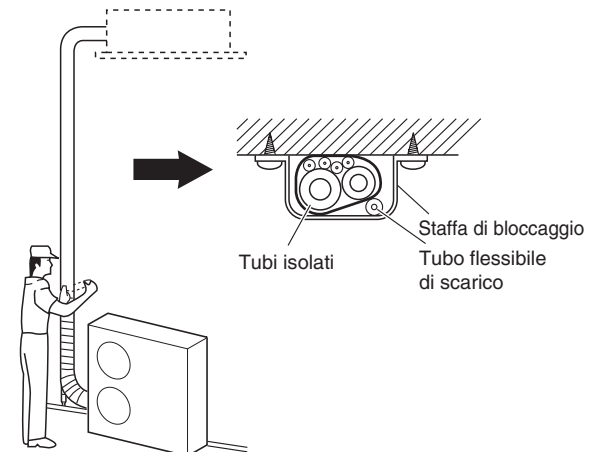

Fig. 5-8
- (1) In questa fase i tubi del refrigerante (e i cavi elettrici, se consentito dalle normative locali) devono essere nastrati con del nastro di rinforzo formando un solo fascio. Per prevenire la formazione di condensa dovuta al trabocco della coppa di scarico è necessario tenere separati il tubo flessibile di scarico e quello del refrigerante.
- (2) Avvolgere il nastro di rinforzo dal fondo dell'unità esterna sino al punto la tubazione entra nella parete. Durante l'avvolgimento del fascio di tubi, sovrapporre metà dell'altezza del nastro alla spirà immediatamente precedente.
- (3) Fissare il fascio dei tubi alla parete usando una fascetta ogni metro circa. (Fig. 5-8)